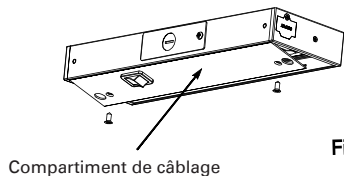

Fig.3
3. Pour accéder au câblage interne, retirez le compartiment de câblage (Fig.3). Faites passer les fils à travers. Connecteur de fil 3/8" (fourni) et installez le connecteur sur la porte d'accès arrière. Câble métallique à enfoncer. Fixer la porte d'accès arrière à l'appareil (Fig.4)